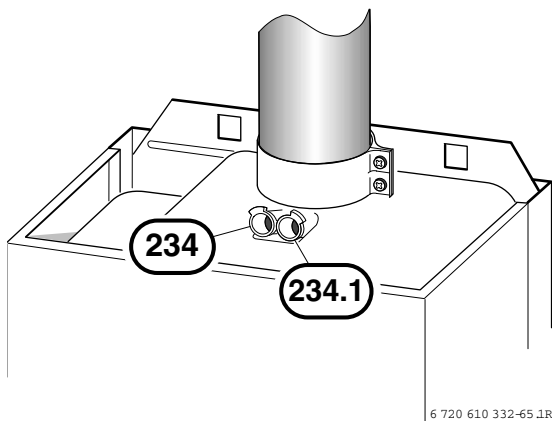

Fig. 72
- ▶ Quitar el tapón de cierre de la toma de medición para aire de combustión (234.1) (Fig. 72).
- ▶ Quitar el tapón de cierre de la toma de medición para gases quemados (234) (Fig. 72).